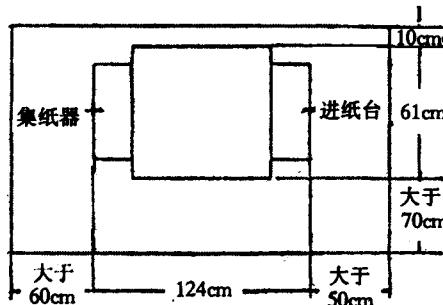

图 2-1 安装时的空间示意图
(1)选择适当的安装空间,其大小应能提供安放数码速印机所必需的空间。其中应包括装上进纸台和集纸器及打开前门面板的尺寸。图 2-1 为安装时所需的空间示意图。